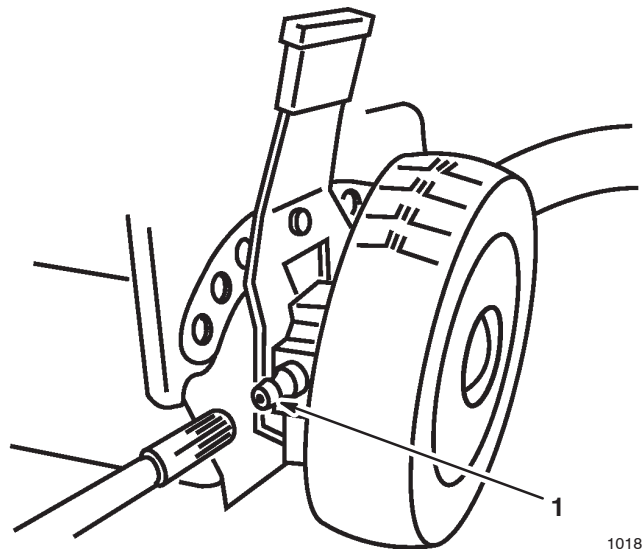

Figure 84
1. Essuyer les graisseurs des réglages de hauteur de coupe arrière (Fig. 84) avec un chiffon propre.